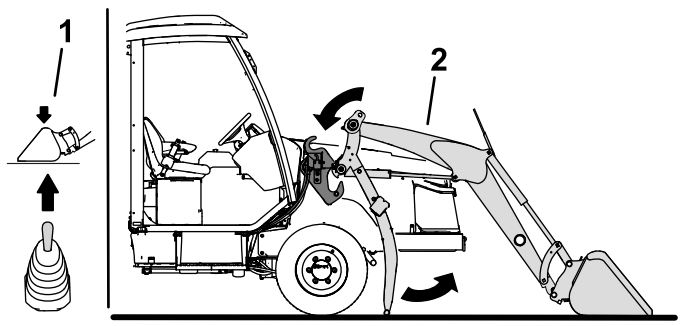

Figure 53
6. Démarrez le moteur et abaissez les bras de la chargeuse dans les supports sur le cadre à l'aide du levier multifonction de la chargeuse (Figure 53).